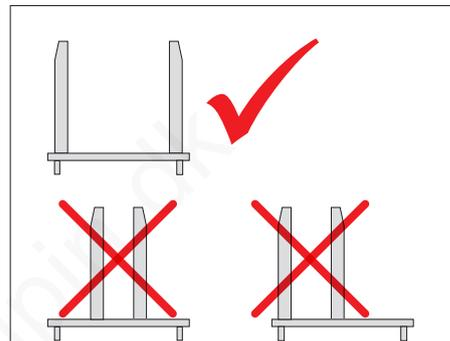

Fig. 63
- ▶ Indstil gaffelgrenene således, at der er størst muligt plads mellem dem (fig. 63).